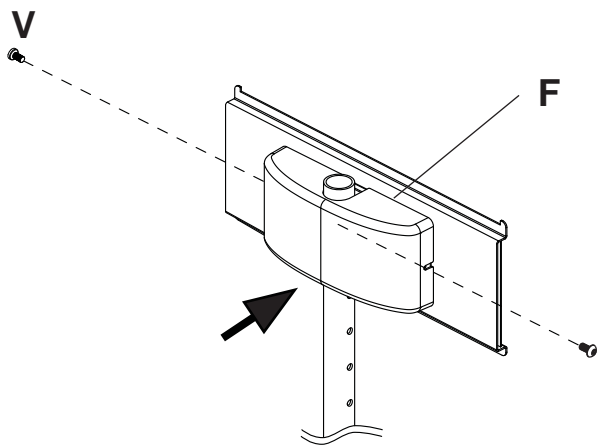

FIGURE 6.1
- 6 Fixez le couvercle supérieur (**F**) à la plaque de support adaptateur (**Q**) avec deux M5 x 10 mm vis à tête creuse (**V**) comme le montre la figure 6.1.